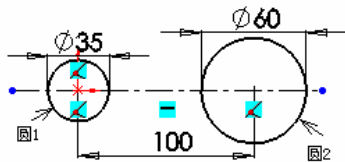

图 3-28 标注圆心距离
⑧ 标注尺寸。单击智能尺寸按钮，将两个圆心间的距离标注为 100mm，两个圆的直径分别标注为 35mm 和 60mm，如图 3-28 所示。